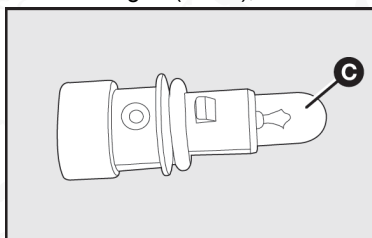

fig. 5
4. Sustituya el foco fundido C-fig. 5 (W5W), tirando del mismo.